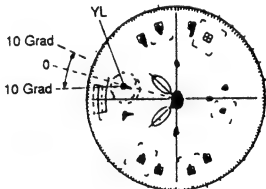

Abb. 4-113
(10) Farbabgleich (Abb. 4-113, 4-151)